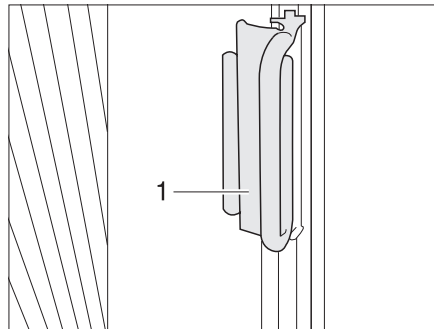

Fig. 76 Tendina oscurante pieghevole del finestrino del conducente e del passeggero
- Afferrare l'impugnatura (Fig. 76,1) delle tendine oscuranti pieghevoli e chiudere in avanti tirando con prudenza finché il fermo magnetico non blocca la tendina oscurante pieghevole.
- Spingere l'impugnatura (Fig. 76,2) sul sopralzo. La tendina oscurante pieghevole è ora bloccata.